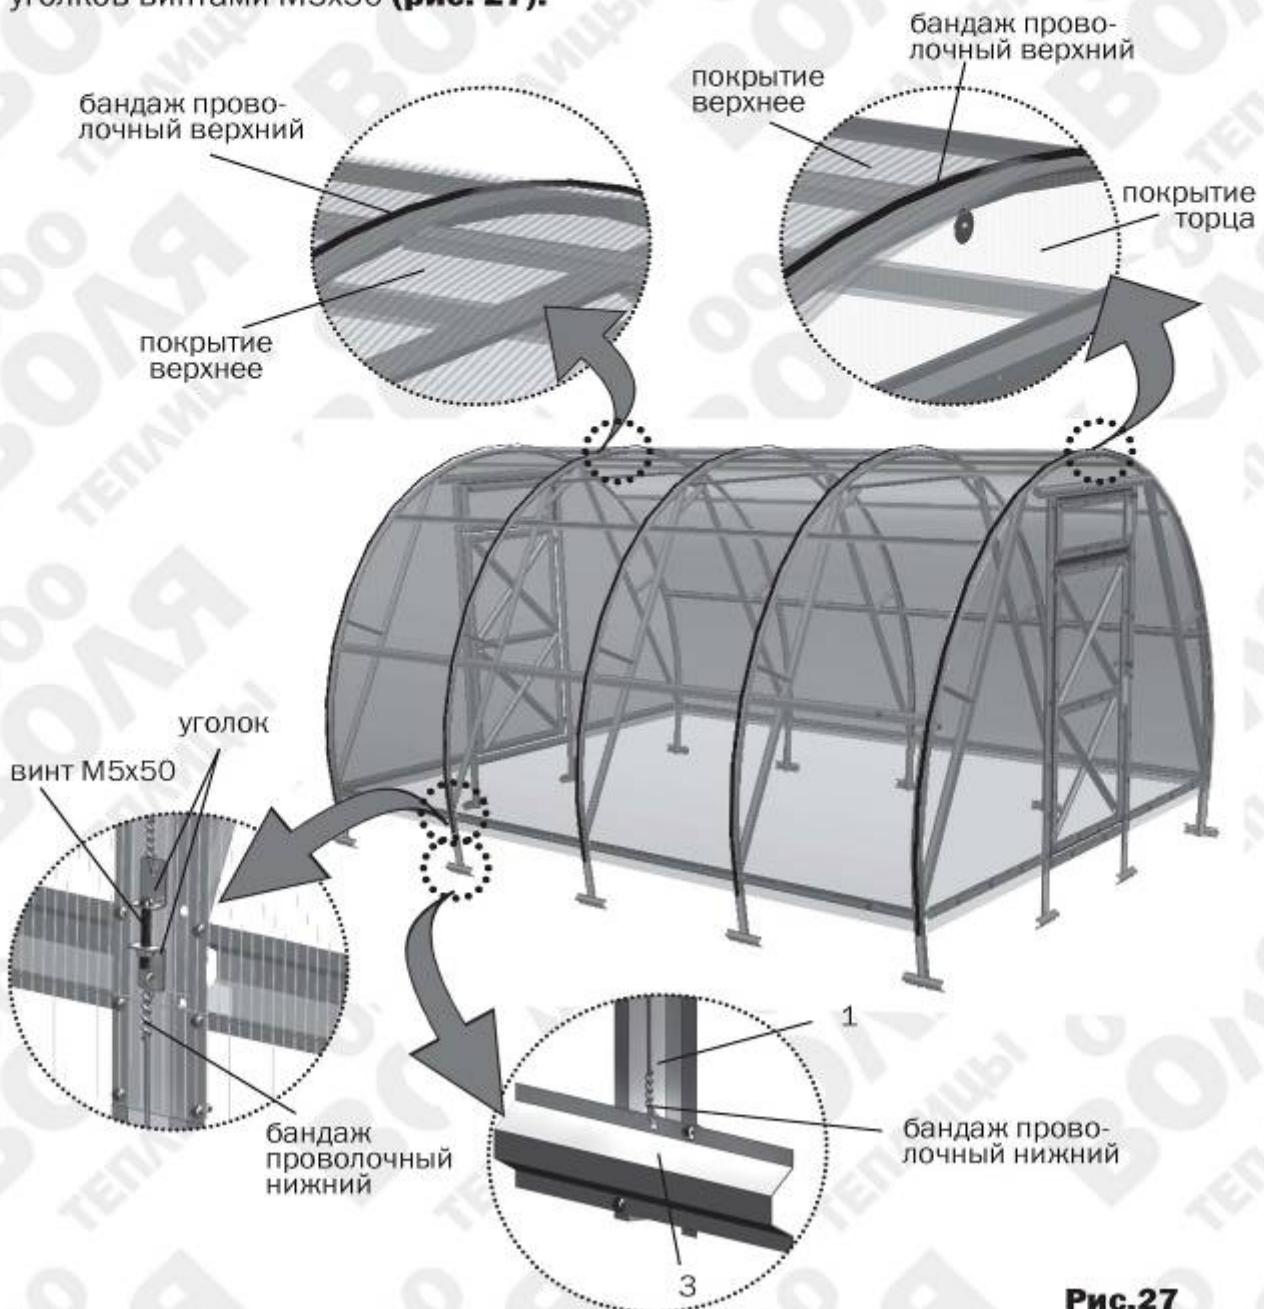

Рис.27
**10.** Листы поликарбоната заводятся на каркас теплицы и устанавливаются равными выступами за кромки дуг. Если боковые кромки поликарбоната существенно непараллельны кромкам дуг каркаса, то это означает каркас не выровнен перед затягиванием винтов и к этой операции следует вернуться. Последующие листы поликарбоната заводятся и устанавливаются с нахлестом на предыдущий лист. Проволочный верхний бандаж (6 м) устанавливается по дуге каркаса, начиная с середины каждого листа и стягивается с нижним бандажем с помощью уголков винтами M5x50 (**рис. 27**).